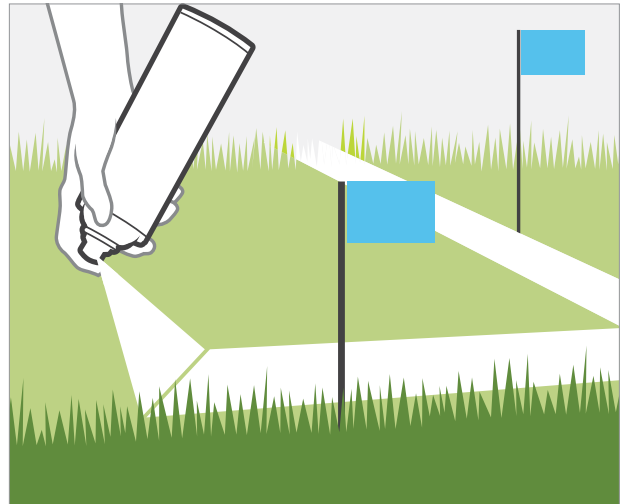

Рисунок 1
1. С помощью аэрозольной краски для маркировки и маркировочных флажков обозначьте линии труб от ТС к местам расположения клапанных коробок. Разметьте схему ирригационной системы. Рис. 1.